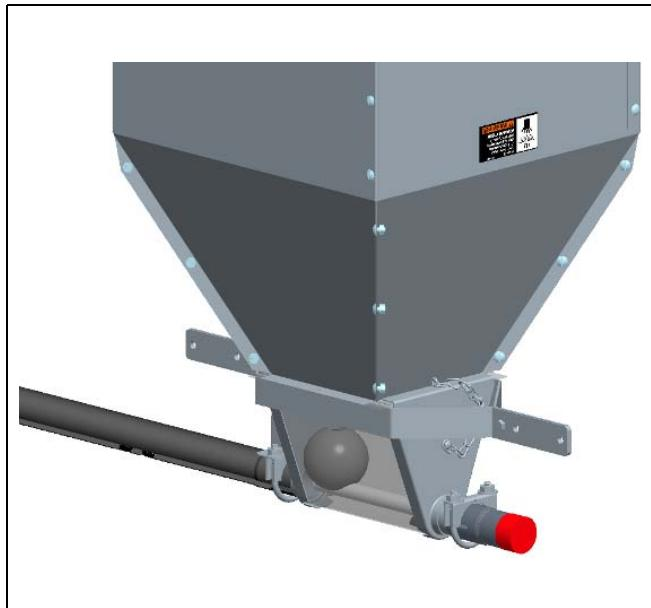

Рисунок 5K
- При работе с кормом, который может забиваться в бункере или воронке в сборе, предусмотрен шар мешалки. Шар мешалки просто находится на шнеке внутри воронки, как показано на Рисунок 5K.